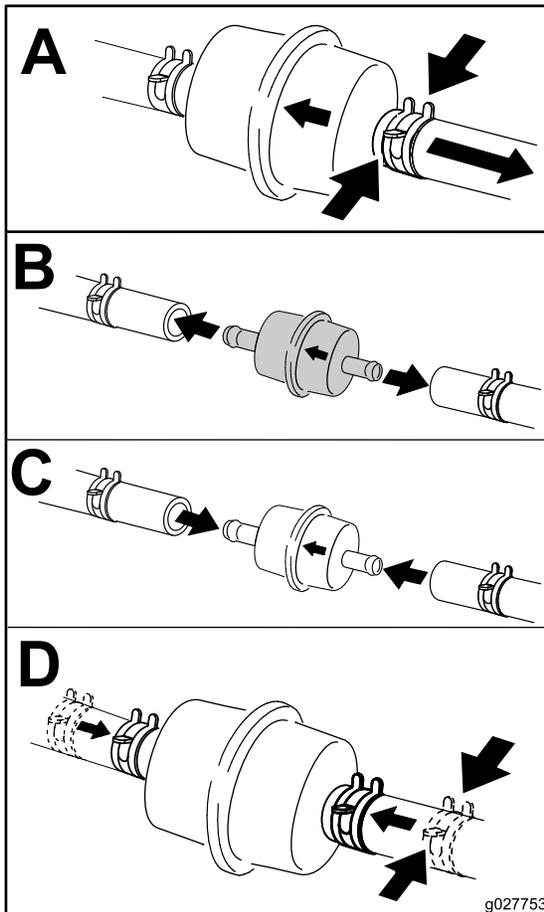

Figure 44
3. Remplacez le filtre à carburant comme montré à la Figure 44.